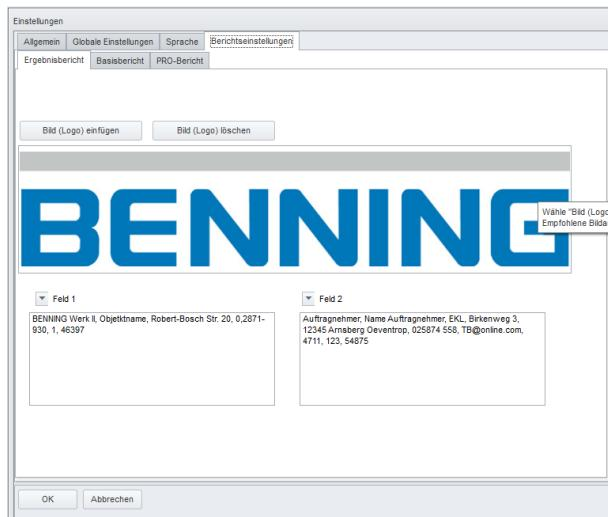

Abbildung 8.1: Kopfzeilen des Ergebnisberichts
- Wählen Sie die Registerkarte „Ergebnisbericht“ (**Abbildung 8.1**), um die Kopfzeilen des Berichts zu bearbeiten: